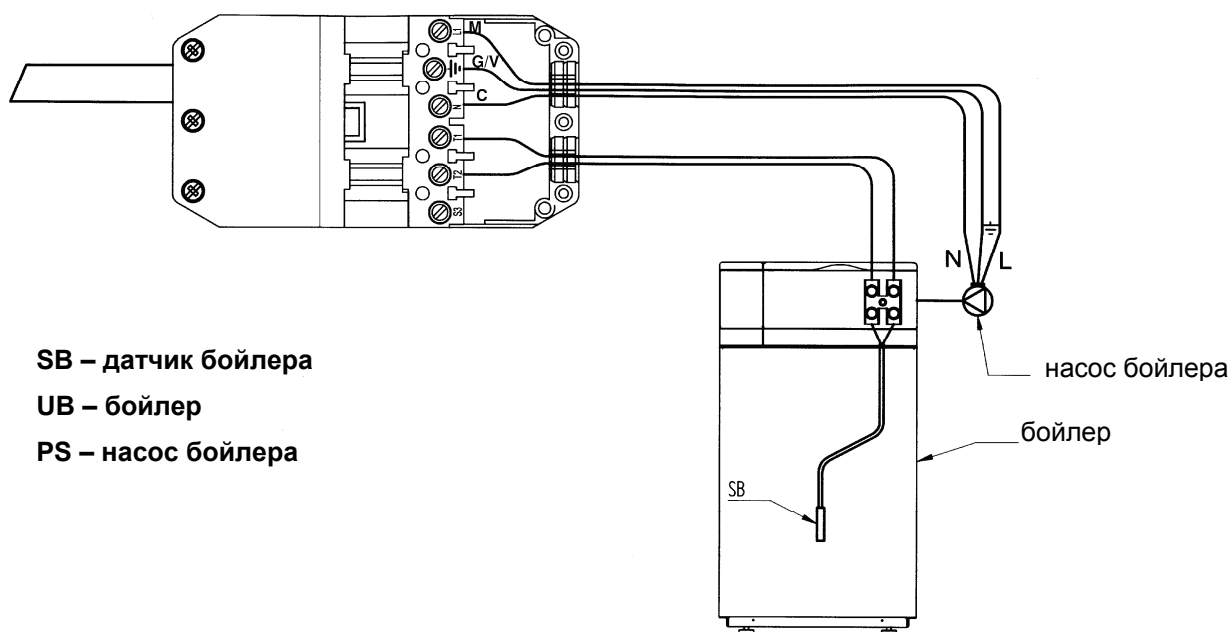

Рис. 6 Схема подсоединение датчика ГВС и насоса бойлера.
- Подсоединить насос бойлера к клеммам (L1 - N - $\perp$) 6-ти полюсного разъема используя кабель типа «HAR VV – F» 3x0.75 мм² (Рис. 6).